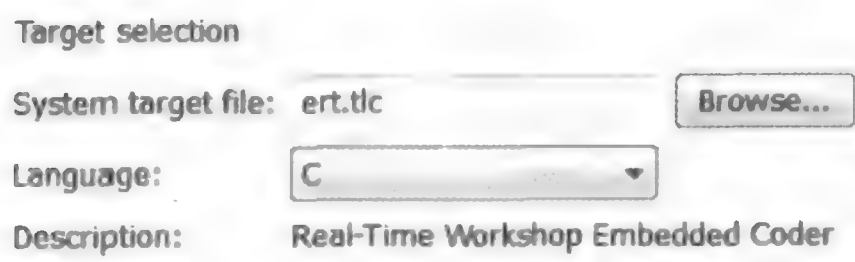

图 5.2.78 选择 TLC 文件
(2) 模型参数设置。打开模型参数对话框,在 Real-Time Workshop 面板中设置 TLC 文件为 ert.tlc,如图 5.2.78 所示。